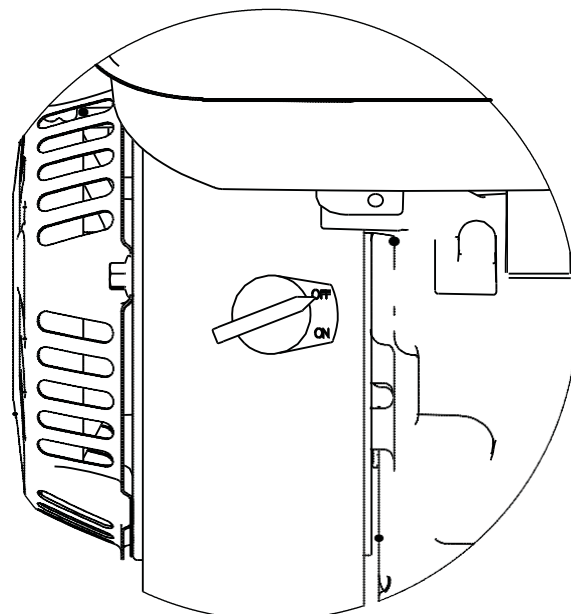

Рисунок 7
2. На моделях с ручным запуском, установите выключатель «On/Off» в положение «Off» («Выкл.»). Для двигателей с электрическим запуском, поверните ключ в положение «Off» («Выкл.»). **СМ. РИСУНОК 7.**